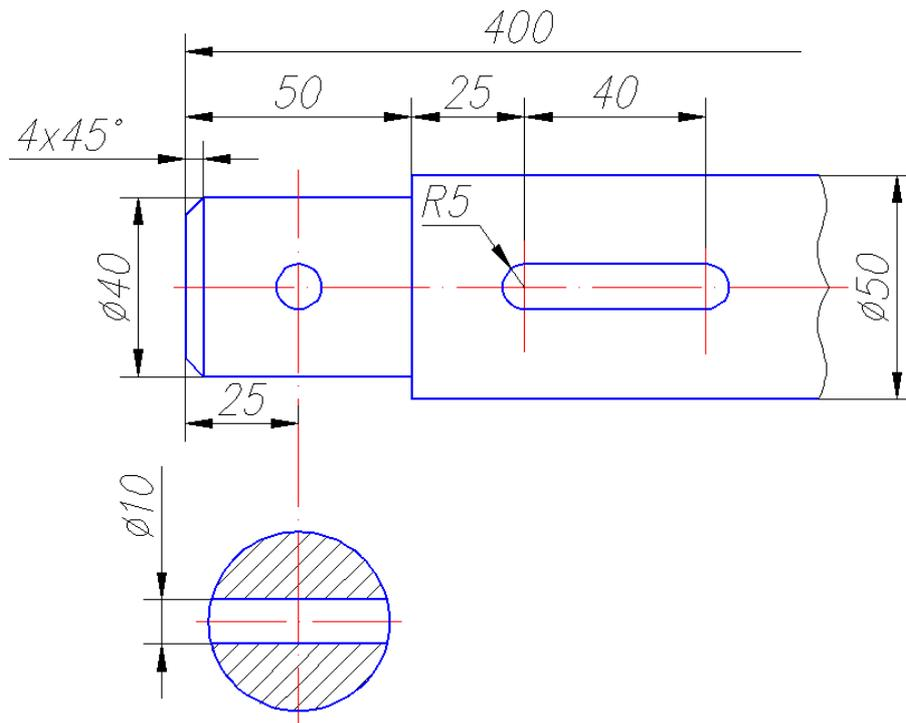

Рис. 57. Пример выполнения чертежа «Вал»
4. Вычертить главный вид детали (см. рис. 57):
4.14. Нанести размеры (*Слой 3*) в соответствии с рис. 57 (см. подр. 2.6.6).